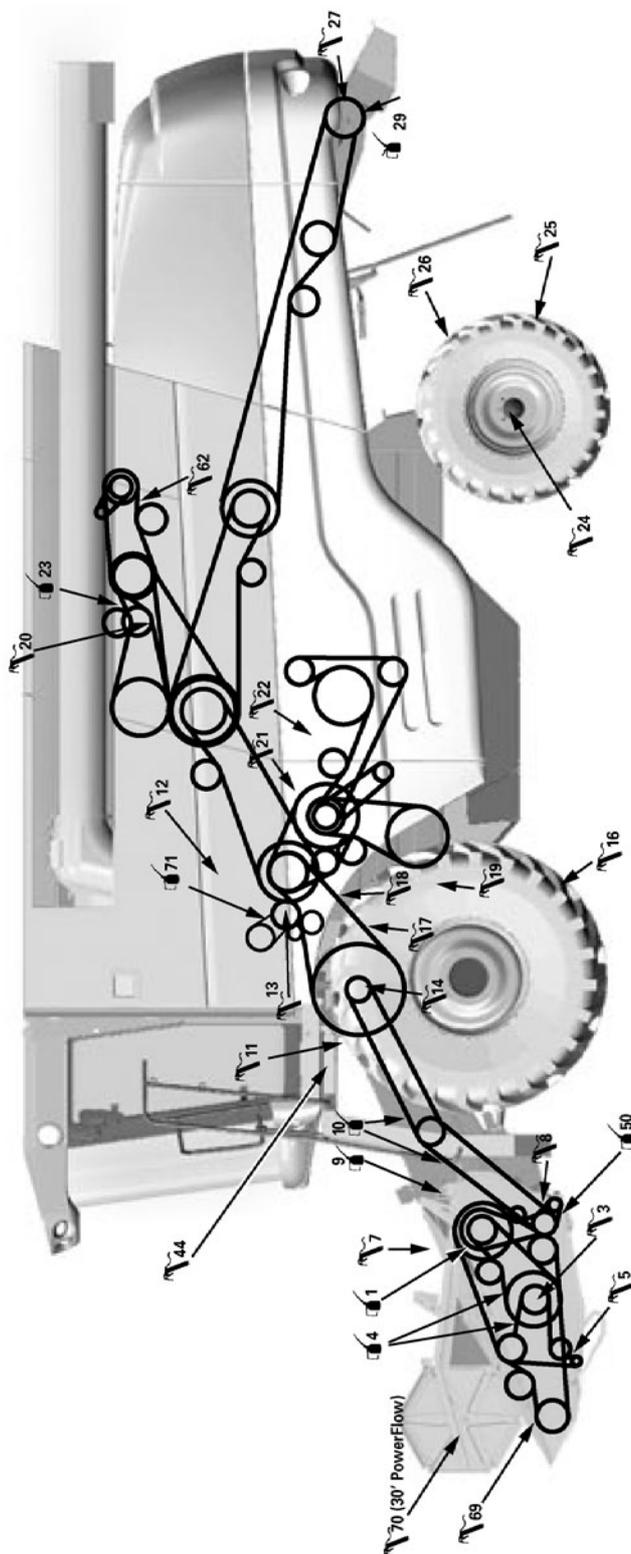

Рисунок 3
*8 Сравните с табличкой на приводе ножа, см. Рисунок 3 на стр. 24.